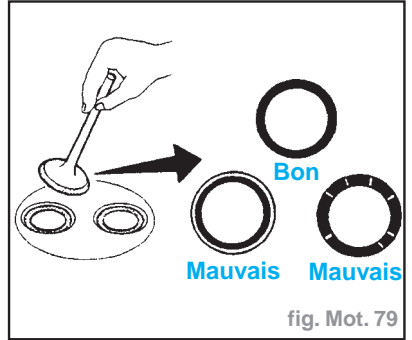

fig. Mot. 79
- Vérifier le contact entre les soupapes et leur siège (fig. Mot. 79).